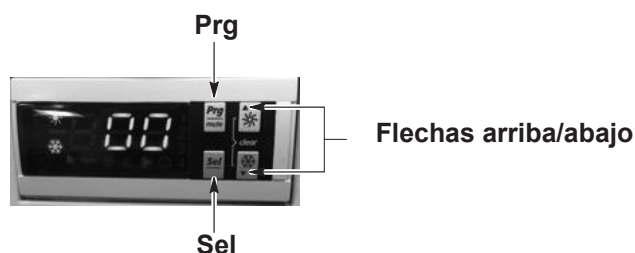

Figura 4-3 Pantalla del acondicionador de aire 00
1. Ver la Figura 4-3. Mantener pulsado **Prg** y **Sel** durante más de 5 segundos hasta que la pantalla indique **00**.